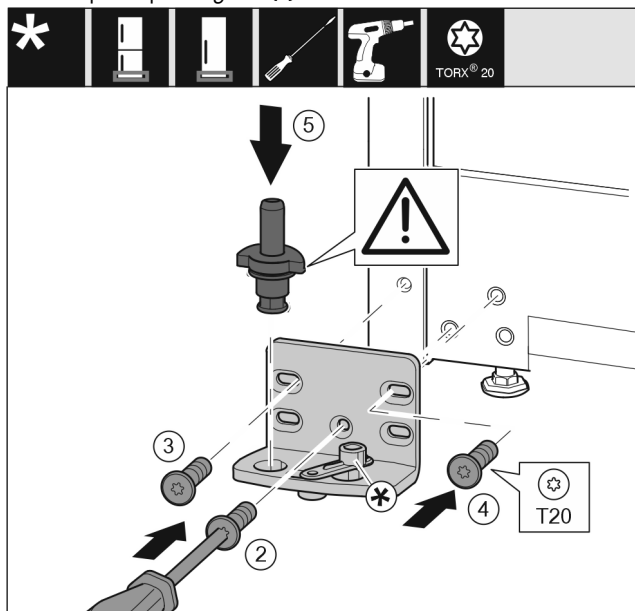

Fig. 46 *
- ▶ Postavite podložak ležaja na drugu stranu i pritegnite ga odvijačem. Započnite s vijkom Fig. 46 (2) dolje u sredini.*
- ▶ Pritegnite vijak Fig. 46 (3) i vijak Fig. 46 (4)*
- ▶ Potpuno umetnite podložak ležaja Fig. 46 (5). Pritom se pobrinite za to da je uskočna izbočina okrenuto prema natrag.*